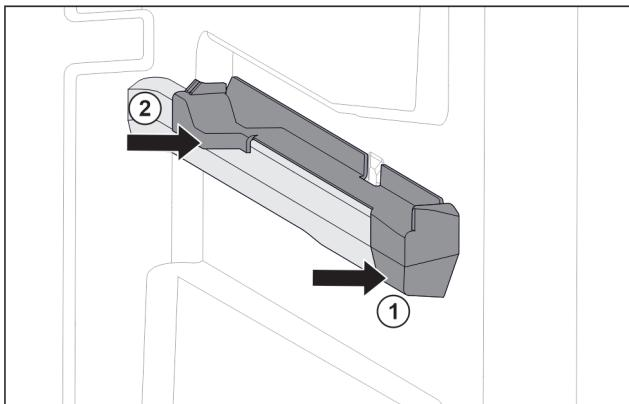

Fig. 94 Natični nastavek na desnemu nastavku za posodo
► Natični nastavek spredaj namestite na nastavek za posodo. Fig. 94 (1)
► Pritisnite natični nastavek zadaj. Fig. 94 (2)